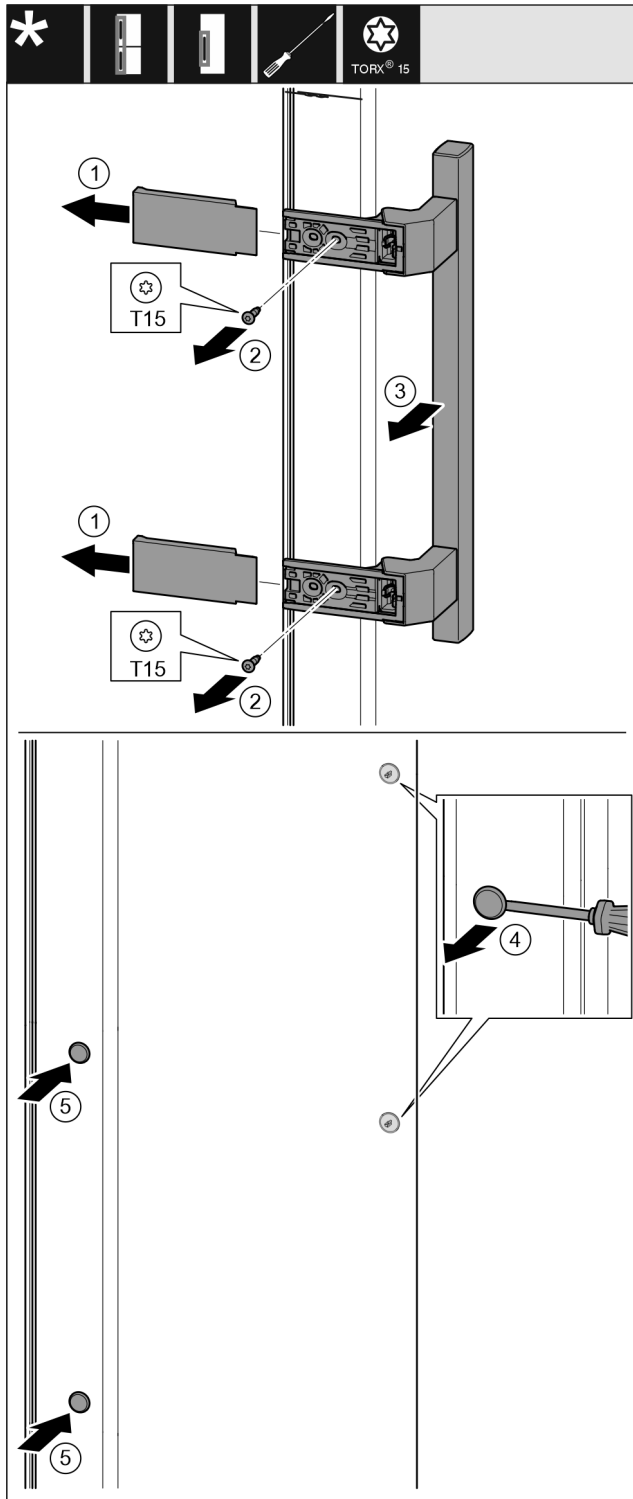

Fig. 20
- ▶ Desprindeți apărătoarea. Fig. 20 (1)
- ▶ Extrageți prin rotire șuruburile cu șurubelnița T15. Fig. 20 (2)
- ▶ Detașați mânerul. Fig. 20 (3)
- ▶ Ridicați cu precauție dopul lateral cu o șurubelniță plată și extrageți-l. Fig. 20 (4)
- ▶ Introduceți dopul pe partea opusă. Fig. 20 (5)